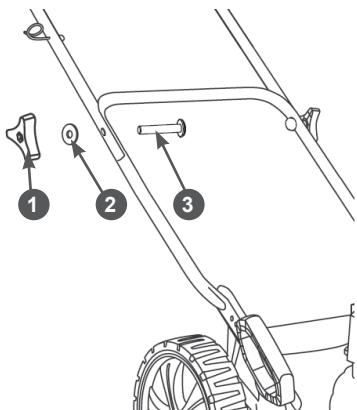

Рис. 4 Установка верхней части рабочей рукоятки
- Установите верхнюю часть рабочей рукоятки. Совместите отверстия в верхней и нижней части рукояток и закрепите верхнюю часть рабочей рукоятки на нижней с помощью болтов и гаек, как показано на Рис. 4.